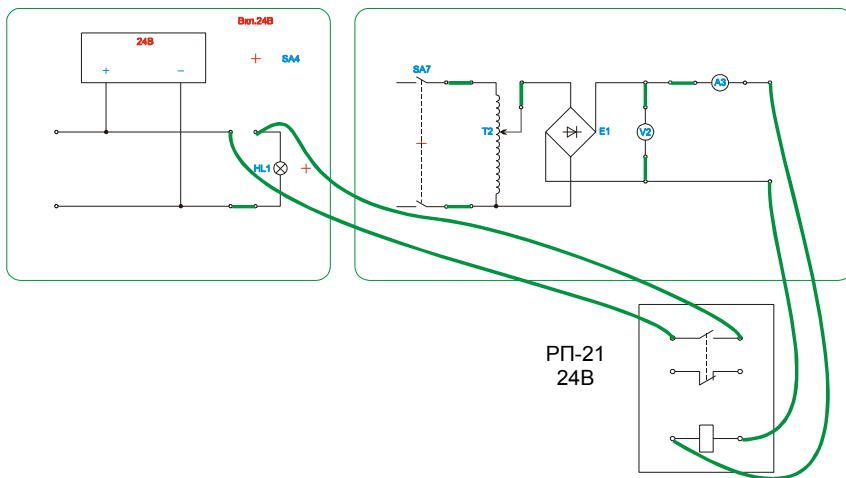

Рис. 1.5.
5. Для исследования свойств промежуточных реле постоянного тока с номинальным напряжением катушки 24В необходимо собрать схему согласно рис. 1.5.